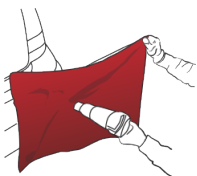
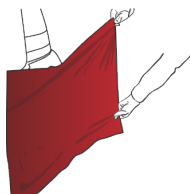

Abbildung 12
Abbildung 13
- › Folie auf 40 °C bis 50 °C erhitzen (Abb. 12) und so spannen, dass die konvexe Fläche vollständig bedeckt wird. (Abb. 13)